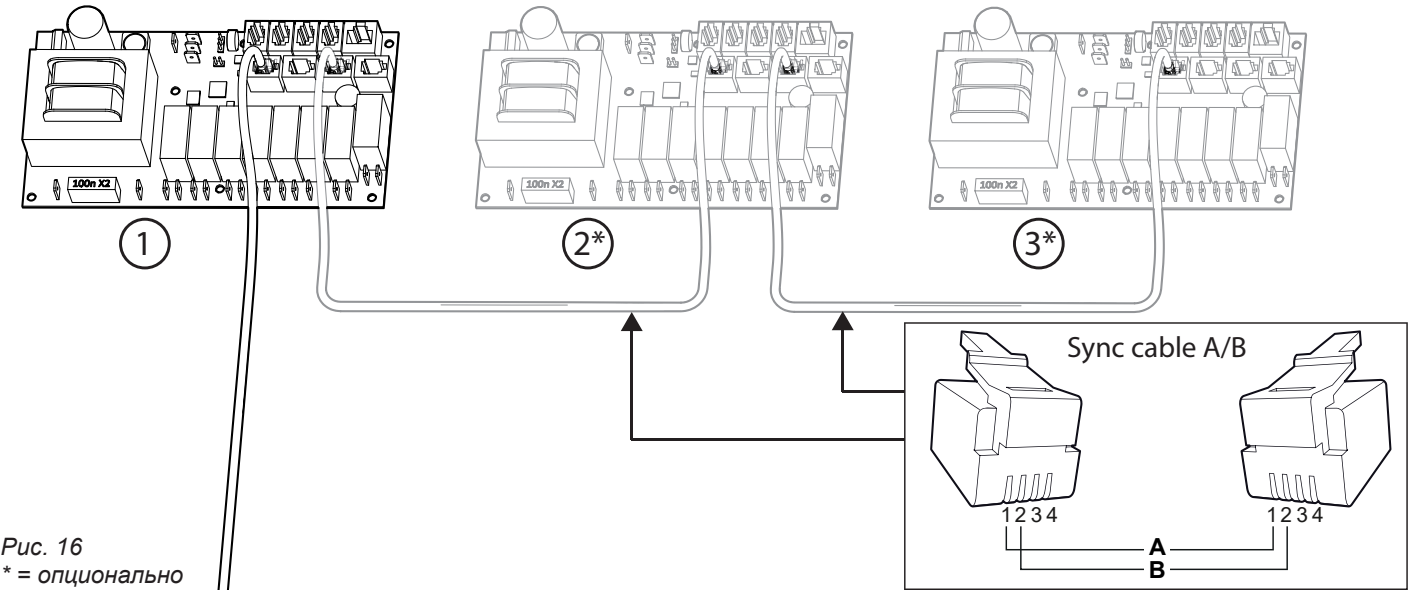

Рис. 16
В соединениях между генераторами применяется кабель малой мощности (2-жильный, RJ10 2P4C A/B) с соединителем RJ10, (Рис. 16.) Информация о конфигурации штыревых контактов приведена в разделе «Описание модульного соединителя» (Рис. 17).
В случае если необходимо провести обслуживание одного парогенератора, другие могут продолжать использоваться. Один генератор, назначенный в качестве дополнительного, отключается посредством извлечения кабеля между платами. (Рис. 16)
2. Отключите кабель, соединяющий платы управления (Рис. 16)